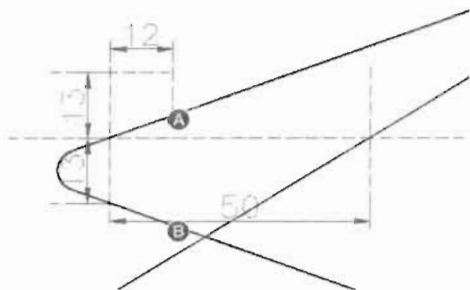

图 3-117
(5) 单击“修改”工具栏中的“圆角”按钮, 对图 3-117 所示的构造线 A 和构造线 B 相交的地方进行圆角, 命令执行过程如下。